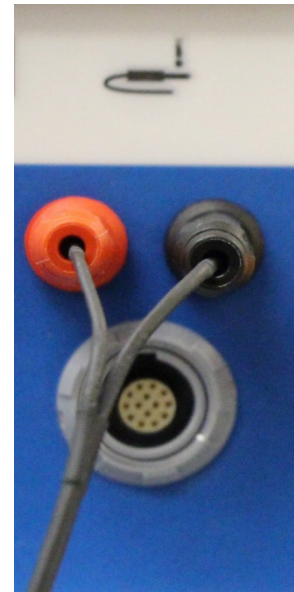

Figura 15
5. Introduza as ligações vermelha e preta correspondentes nos conectores do termopar; consulte a Figura 15.